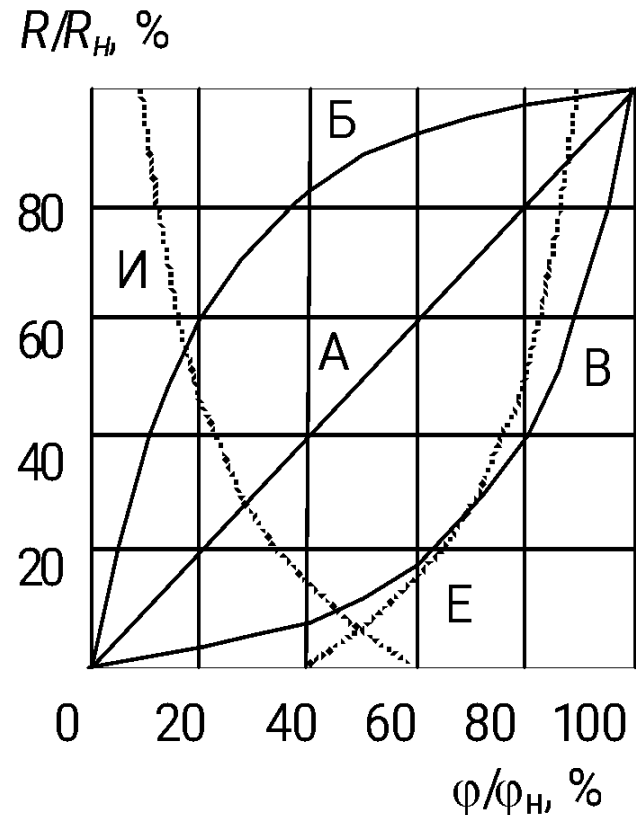

Рис. 7.8. Функциональные характеристики переменных резисторов ( $\phi_n$  – максимальный угол поворота движка резистора)
**7. Функциональная характеристика** представляет зависимость сопротивления  $R$  переменного резистора от угла поворота  $R = f(\phi)$  или от величины линейного перемещения  $R = f(l)$  скользящего контакта вдоль РЭ. По виду функциональной характеристики переменные резисторы делятся на следующие группы: линейные (типа А); нелинейные (типа Б – логарифмические и типа В – обратнологарифмические); специального назначения (типа И или Е). Функциональные характеристики переменных резисторов представлены на рис. 7.8.